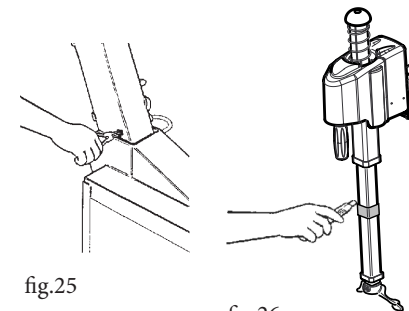

fig.25
- Rimettere il perno infilando i fori dello stelo e del tirante (fig.23); rimettere il "seeger" (fig.25).
- Replace the pin threading the holes of the stem and support rod (fig.23). Replace the "seeger" (fig.25).
- Remplacer le pivot en enfilant les trous de la tige et du tirant (fig.23); remettre le "seeger" (fig.25).
- Den Zapfen durch Einführen in die Löcher des Schafts und der Zugstange wieder einsetzen (Abb. 23); den "Seeger" wieder einsetzen (Abb. 25).
- Vuelva a introducir el pasador en los agujeros de la varilla y del tirante (fig. 23) y meta nuevamente el "seeger" (fig. 25).